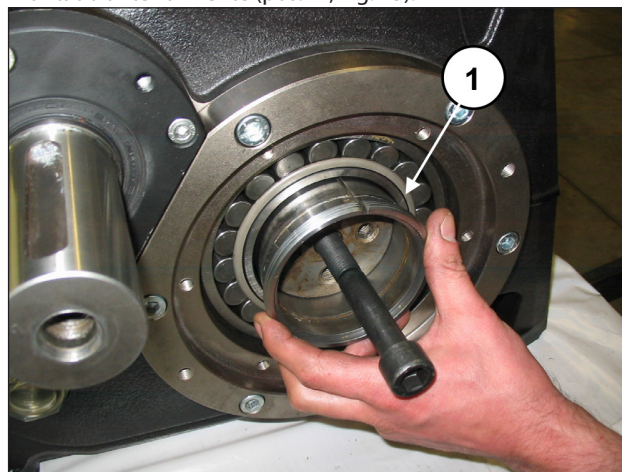

Fig. 75
Introducir parcialmente los dos casquillos de presión manteniendo el eje acodado levantado con el perno M16 montado anteriormente (pos. ①, Fig. 75).